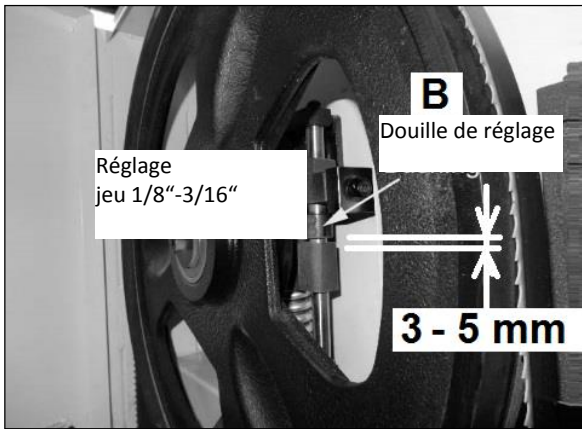

Fig 39
**JWBS-20 :** Déplacez la douille d'arrêt (B, Fig 39) jusqu'à ce que le jeu entre la douille d'arrêt et la charnière de l'arbre de la roue soit de 3 à 5mm.